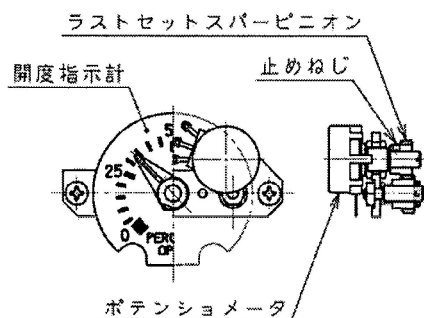

図7 ポテンシオメータ
3.10.3 調整要領(各部品は図7を参照してください。)
- ①リミットスイッチカバーの締付ボルトを緩め、パッキンを傷つけないように、静かに取り外します。
- ②手動又は電動で、バルブを開度50%に操作します。
- ③ポテンシオメータの片側の抵抗値(端子1-2間、又は端子2-3間)が、全抵抗値(端子1-3間)の約50%になっていることをテストなどで確認します。大幅に抵抗値が異なる場合は、ラストセットスパービニオンの止めねじを緩めてから、ポテンシオメータの軸を回して調整し、再び止めねじを締め付けます。